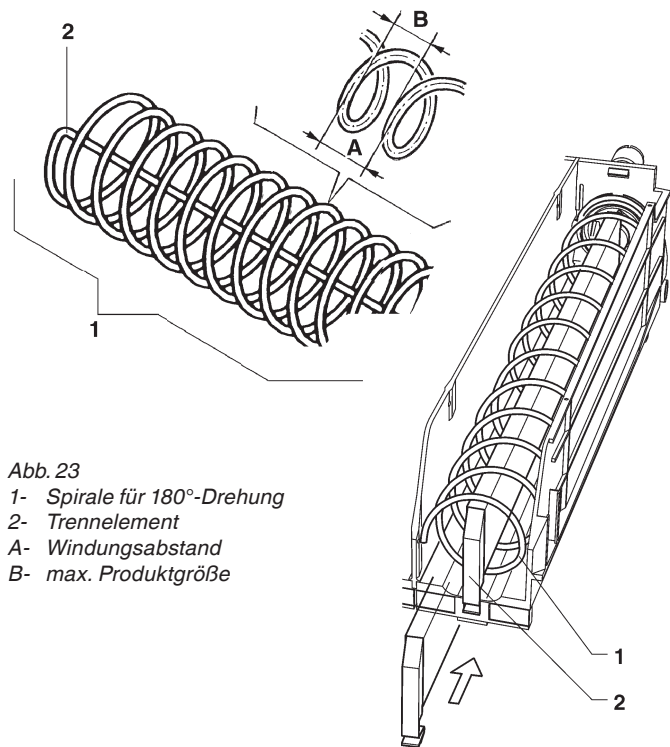

Abb. 23
- eine spezielle Spirale mit Trennelement (siehe Abb. 23)
Es kann auch in bereits vorhandene Spiralen ein Trennelement eingesetzt werden (siehe Abb. 23)
Mit Hilfe der folgenden Tabelle und Abb. 23 kann bei Kenntnis des Abstands und der Richtung der Spiralen die max. Größe und die Zahl der auszugebenden Produkte erhalten werden